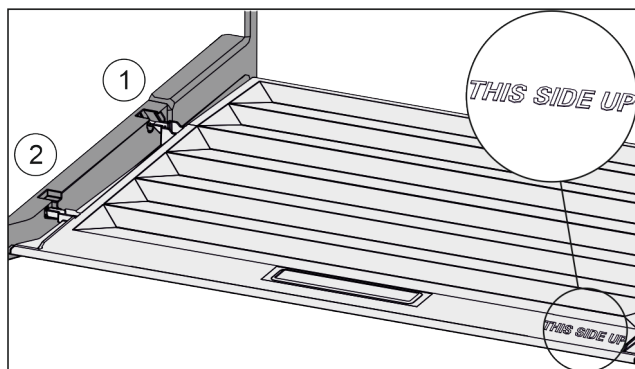

Fig. 41
- ▶ Výstupky víka zaveďte do zadních držáků Fig. 41 (1) a vpředu zaklesněte do držáku Fig. 41 (2).